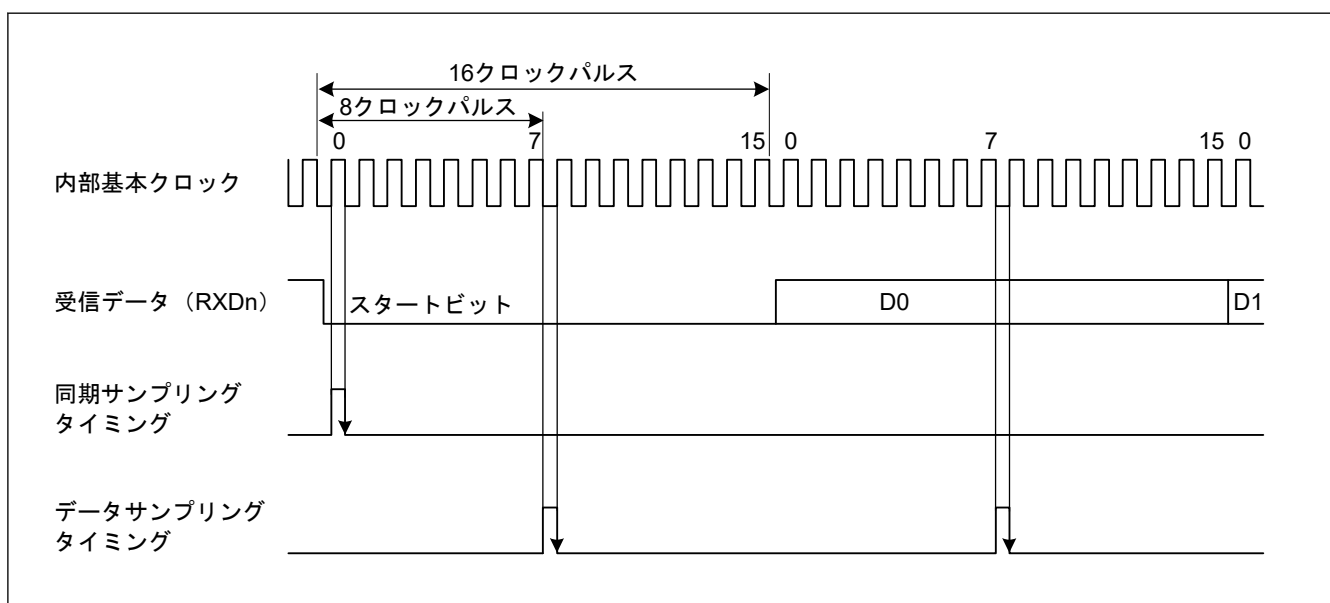

図 27.7 調歩同期式モードでの受信データサンプリングタイミング
また、図 27.7 に示すように、受信データは基本クロックの 8 パルス目^(注1)の立ち上がりエッジでサンプリングされるため、各ビット (サンプリング時間を調整しない場合 (SPTR.ASEN = 0)) の途中でデータが取り込まれます。調歩同期式モードでの受信マージンは以下の式 (1) のように表すことができます。
スタートビットの決定条件は、Low 状態がビットの中間点より後ろまで続くことです。サンプリングタイミングと同様です。図 27.7 では、スタートビットを検出するためには Low 状態が 8 サイクルより長く続く必要があります。Low 状態が 8 サイクルより長く続かなかった場合は、IP はこれをノイズと判断します。したがって IP はスタートビットの受信待機をしません。